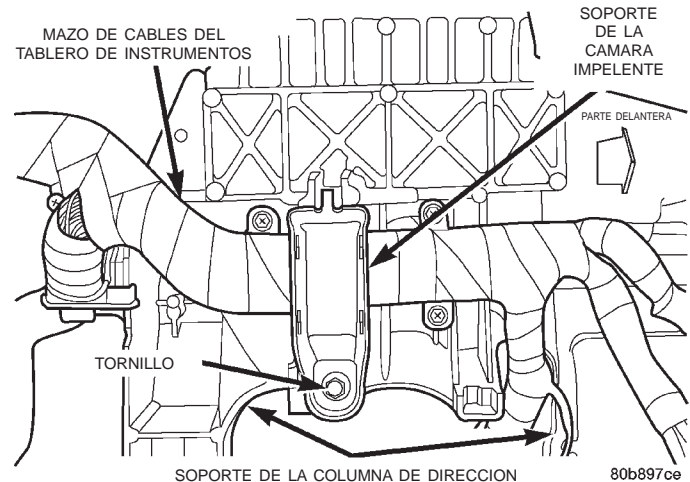

Fig. 48 Desmontaje e instalación del soporte de la cámara impelente del tablero de instrumentos
(1) Desconecte y aisle el cable negativo de la batería.
(2) Retire el tablero de instrumentos del vehículo. Para informarse sobre los procedimientos, consulte **Conjunto de tablero de instrumentos** en la sección Desmontaje e instalación de este grupo.
(3) Coloque el tablero de instrumentos con la parte superior hacia abajo sobre una superficie de trabajo adecuada. Asegúrese de tomar las precauciones apropiadas para proteger la cubierta superior del tablero de instrumentos de cualquier daño posible.
(4) Retire el tornillo que fija el soporte de la cámara impelente al soporte de la columna de dirección del tablero de instrumentos (Fig. 48).
(5) Retire el soporte de la cámara impelente del soporte de la columna de dirección del tablero de instrumentos.